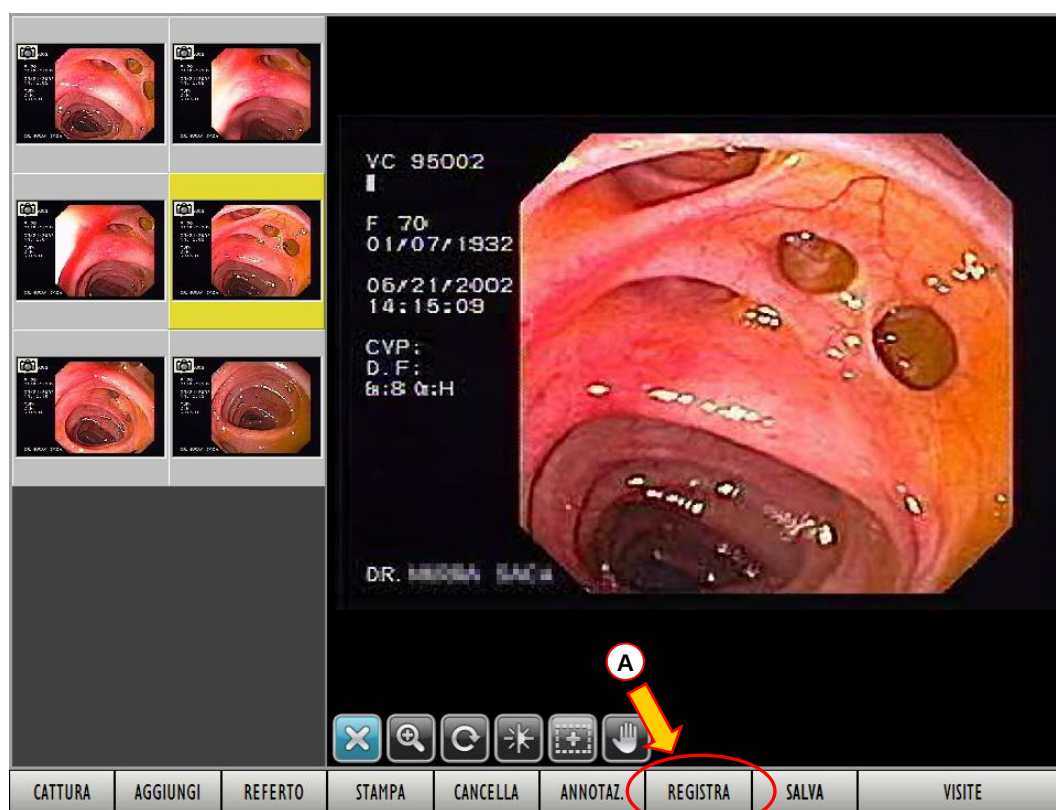

Fig 103 - Dettaglio visita
A questo scopo è necessario, sulla schermata “Dettaglio visita” (Fig 103),
- Cliccare il pulsante **REGISTRA** sulla barra comandi (Fig 103 A).
Dopo che si è cliccato il pulsante **AZZERA** la barra comandi della schermata "Dettaglio Visita" torna a contenere il pulsante **REGISTRA** (torna cioè allo stato mostrato in Fig 103 A).